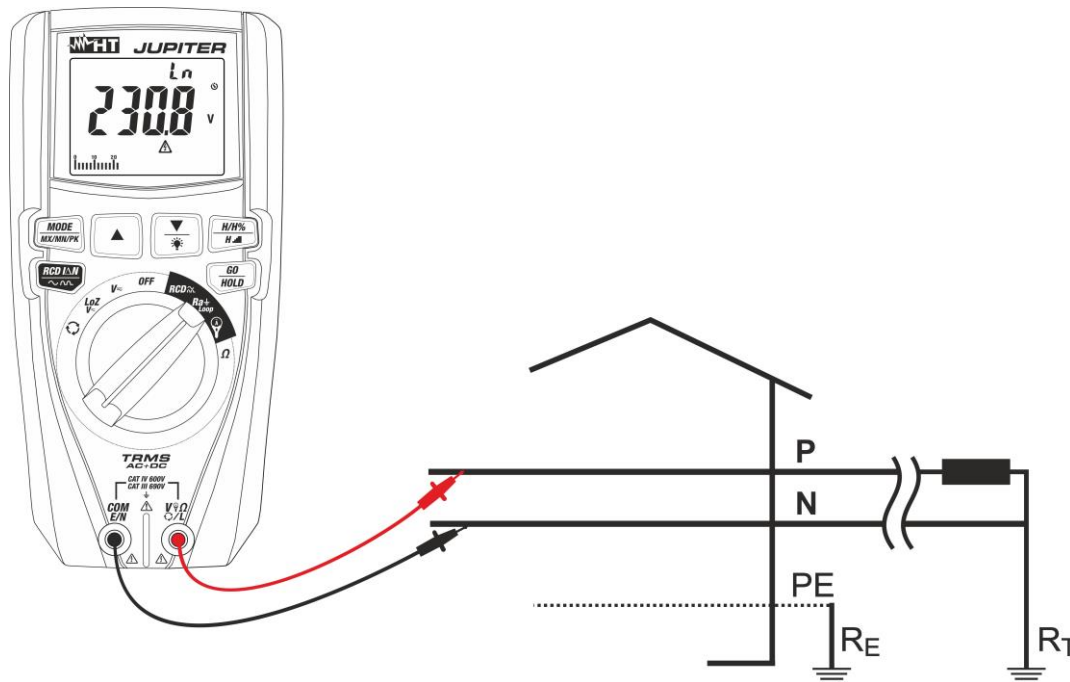

Fig. 26: Uso dello strumento per misura impedenza Loop L-N con puntali
8. **Per misura di Loop L-N** in caso di uso dei puntali di misura inserire il conduttore rosso nel terminale di ingresso $V_{\Omega L}$ e il conduttore nero nel terminale di ingresso **COM/E/N** e collegare lo strumento all'impianto in esame (vedere Fig. 26). Il valore della tensione Fase-Neutro è mostrato a display